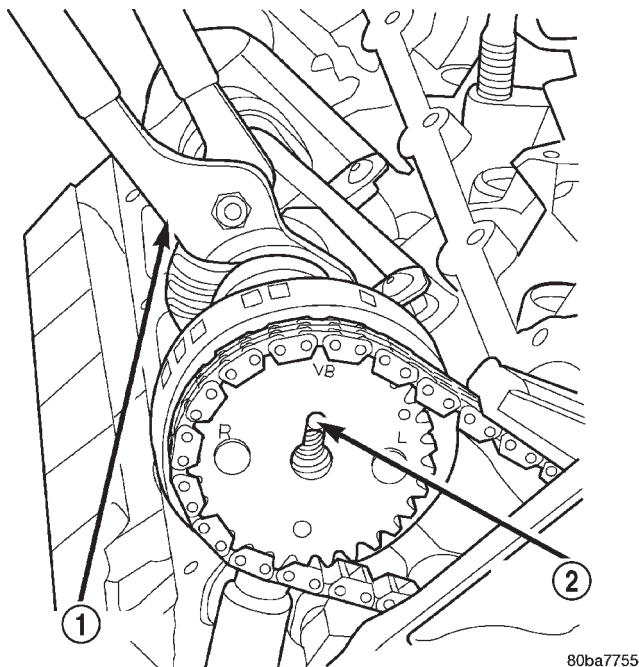

Abb. 76 Drehen der Nockenwelle—Rechte Seite
(15) Rechte Nockenwelle mit der verstellbaren Zange halten (Abb. 76) und das rechte Nockenwellenrad abbauen. Nockenwelle gegen den Uhrzeigersinn langsam um ca. 45° in eine neutrale Stellung drehen.
(16) Befestigungsschraube des Zwischenrads ausbauen.